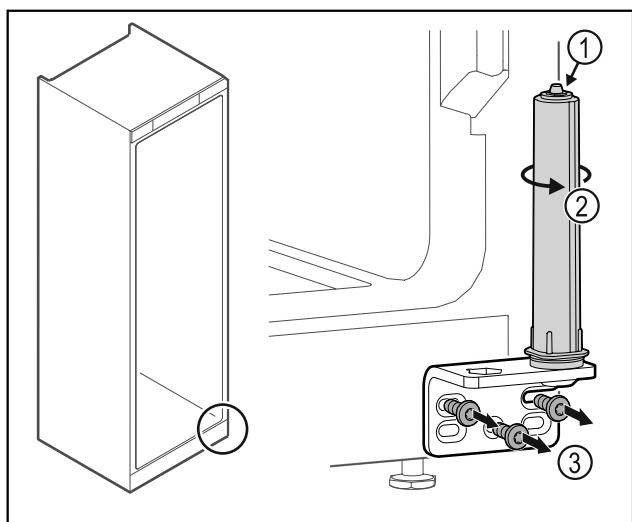

Fig. 21
- ▶ 请勿拆解关门系统 Fig. 21 (1)。
- ▶ 转动关门系统 Fig. 21 (2)，直至听到咔嚓声。
- ▶ 拧下合页角铁 Fig. 21 (3)。